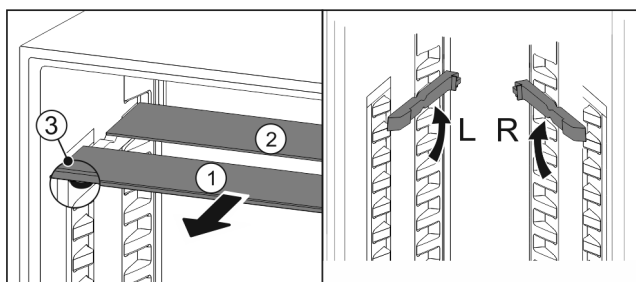

Fig. 30
- ▶ 将玻璃隔板逐个向前拉出 Fig. 30 (1)。
- ▷ 带装饰条的玻璃隔板 Fig. 30 (1)在前。
- ▷ 阻挡装置 Fig. 30 (3)指向下方。